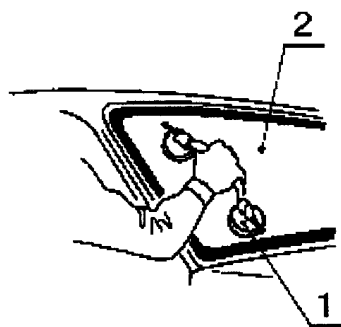

Рис. 10. Установка стекла с помощью держателей:
7.5 Убедиться в надежности крепления держателей 1, рис. 10, на стекле, установить стекло с окантовкой в сборе на проем окна, обеспечив равномерный зазор по верхней и боковым сопрягаемым кромкам проема стекла. Максимально допустимое время выдержки стекла с нанесенным клеем до его монтажа на кузов составляет 15...20 минут.